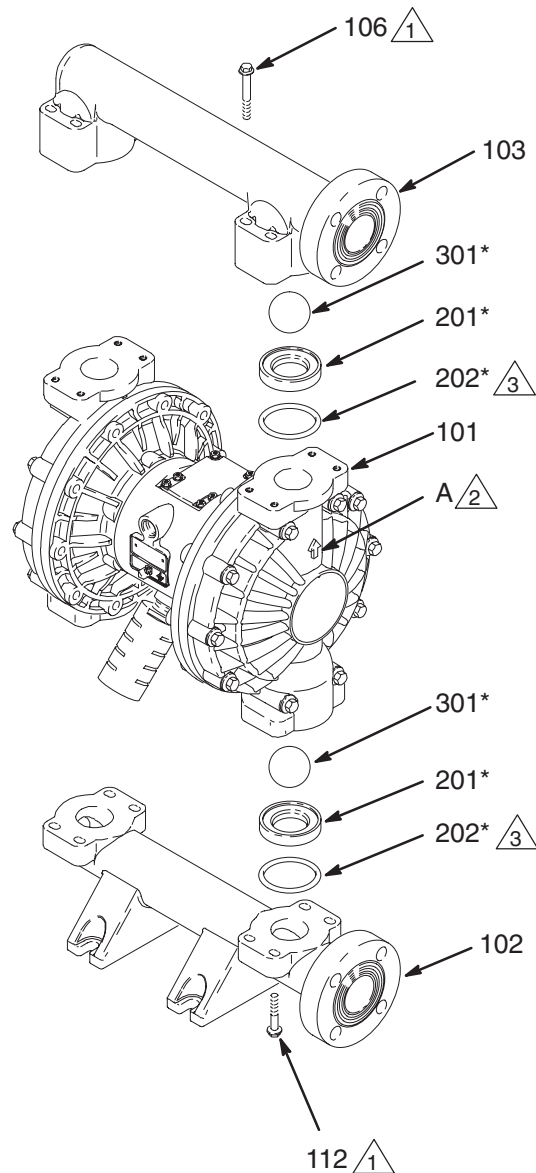

Abb. 11
3. Mit einem 10 mm-Steckschlüssel die vier Schrauben (106) lösen, mit denen das Auslaß-Verteilerrohr (103) an dem Deckel (101) befestigt ist. Siehe Abb. 11.
4. Die Sitze (201), Kugeln (301) und O-Ringe (202) aus dem Verteilerrohr ausbauen.
2. Im umgekehrter Reihenfolge wieder einbauen und dabei alle Anmerkungen in Abb. 11 beachten. Sicherstellen, daß die Kugelventile **genauso** zusammengesetzt sind, wie gezeigt. Die Pfeile (A) auf den Materialabdeckungen (101) **müssen** zum Auslaß-Verteilerrohr (103) zeigen.
- ⚠️ 2 Pfeil (A) muß zum Auslaßverteiler (103) zeigen.